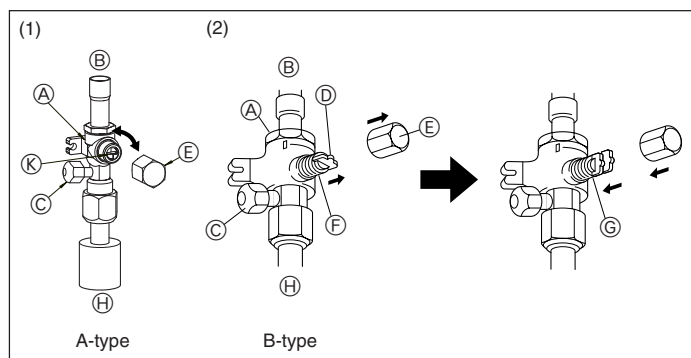
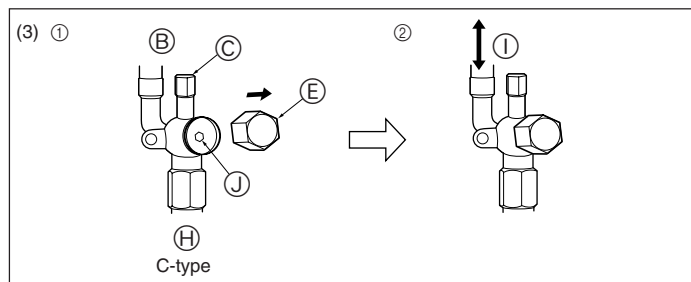

Fig. 4-6
Fig. 4-7
- (1) A-type (Fig. 4-6)
- ① Verwijder de kap, en draai het binnenwerk met een platte schroevendraaier een kwartslag tegen de klok in om de kraan te openen.
- ② Controleer of de kranen geheel open zijn, en zet daarna de kap terug en vast op zijn plaats.
- (2) B-type (Fig. 4-6)
- ① Verwijder de dop, trek het handvat naar u toe en draai dit een kwartslag tegen de klok in om de kraan te openen.
- ② Let erop dat de afsluitkraan geheel open is, druk de hendel in en draai de kap terug naar de oorspronkelijke stand.
- (3) C-type (Fig. 4-7)
- ① Togliere il cappuccio e girare la barra della valvola in senso antiorario fino a quando va con l'uso di una chiave esagonale da 4 mm. Smettere di girare quando colpisce il fermo.
- ② Let erop dat de afsluitkraan geheel open is en draai de kap terug naar de oorspronkelijke stand.